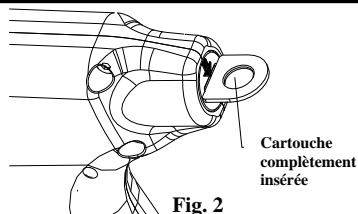

Fig. 2
4. Insérez la cartouche à fond à l'arrière de la poignée. (Fig. 2), en la maintenant sur les côtés ou derrière "l'échelle" afin d'éviter tout déplacement des clips ou de l'échelle